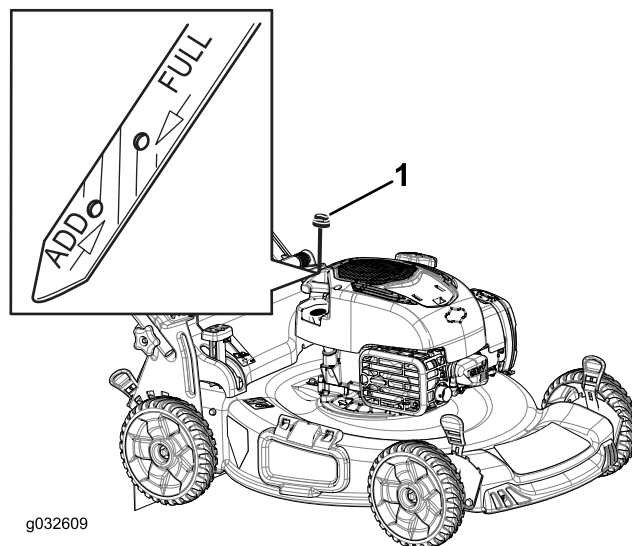

Figura 31
2. Togliete l'asta di livello (Figura 31).
4. Versate **lentamente** l'olio nel tubo di riempimento finché non raggiunge il segno di pieno (**Full**) sull'asta di livello (Figura 31). **Non riempite troppo.**